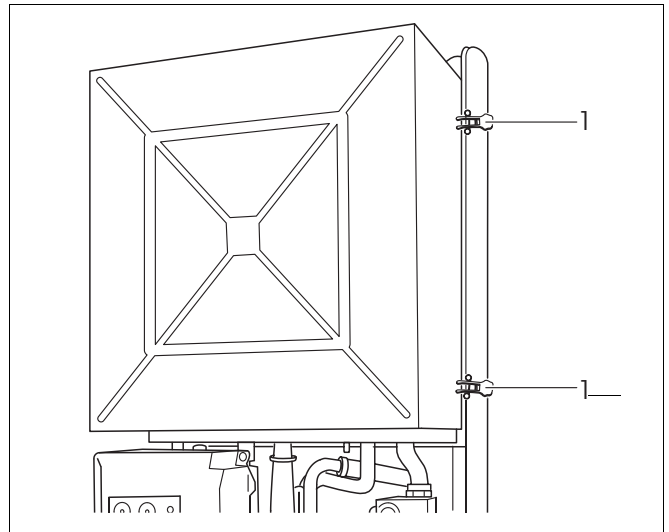

Abb. 6 Brennerraumdeckel abnehmen
- Schnellverschlüsse (Abb. 6, Pos. 1) öffnen und Brennerraumabdeckel abnehmen.